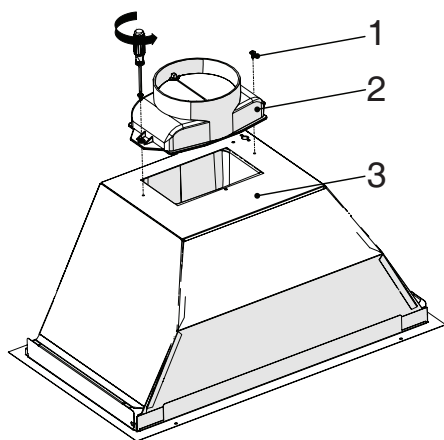

Abb. 8
- Bringen Sie den mitgelieferten Kunststoffabzug mit 2 Schrauben (3,5x9,5) am Gehäuse des Gerätes an. (Abb. 8) Reiben Sie nicht fest über seine Oberflächen. Abb. 8